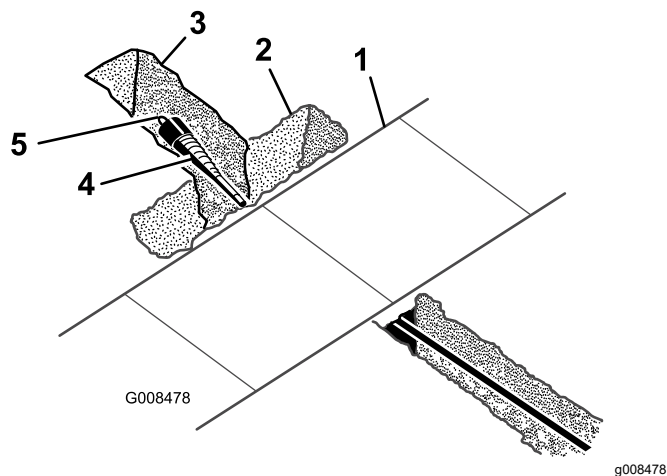

Figure 28
1. Avec une pelle, dégagez avec précaution les abords du trépan afin de pouvoir le sortir du sol (Figure 28).
2. Déposez le trépan et fixez l'alésoir (Figure 28) ; voir Montage d'un accessoire (page 16).
3. Fixez le câble ou la tuyauterie installé(e) au pivot à l'extrémité de l'alésoir (Figure 28).